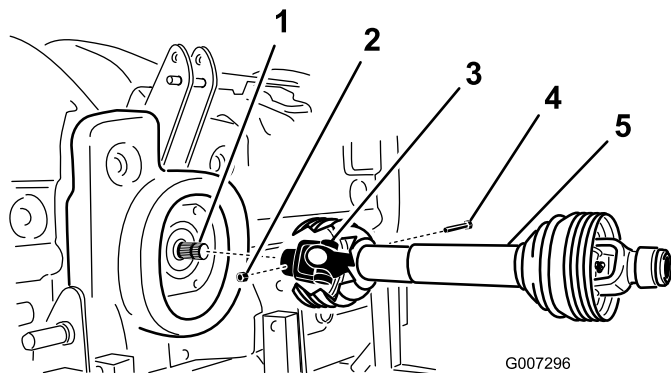

图11
2. 用 1 个 ½ x 3.00 英寸的螺栓和 1 个 ½ 英寸的螺母将 PTO 轴连接到齿轮箱输入轴图11。